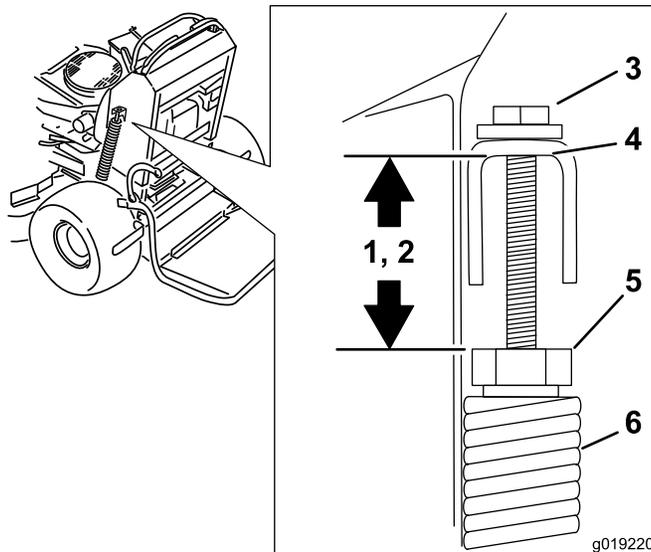

Figura 93
2. Compruebe la distancia entre la tuerca del muelle y el extremo inferior del soporte en U soldado (Figura 93).
3. Asegúrese de que la longitud es de 47–50 mm (1.8–2 pulgadas) para carcasas de corte de 122 y 132 cm (48 y 52 pulgadas) y de 43–46 mm (1.7–1.8 pulgadas) para carcasas de cortacésped de 152 cm (60 pulgadas) (Figura 93).
4. Si es necesario, ajuste la distancia ajustando el perno situado encima del soporte en U (Figura 93).